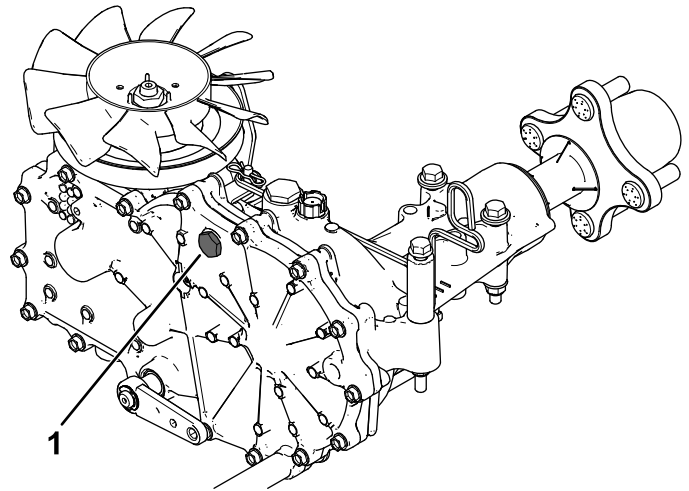
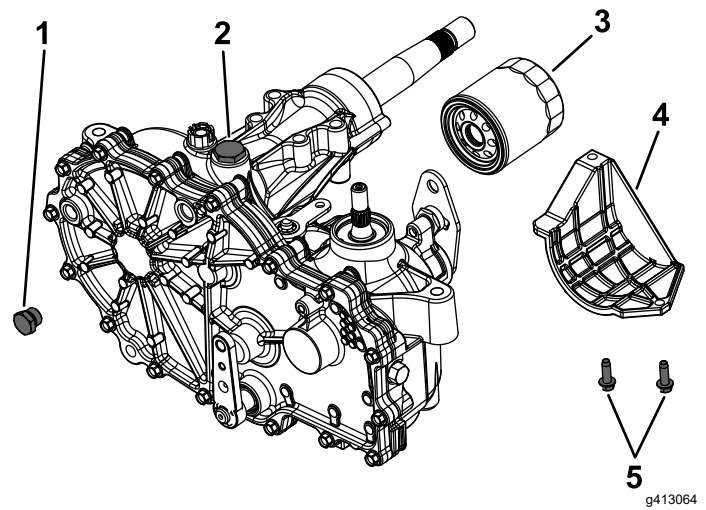

Figura 92
Figura 93
2. Retire el tapón del orificio superior del transeje en cada lado y asegúrese de que aparece fluido en la parte inferior del orificio superior de cada transeje (Figura 92).
Si es necesario, añada fluido hidráulico Toro® HYPR-OIL™ 500 a través del orificio de llenado hasta que aparezca fluido en la parte inferior del orificio superior de cada transeje (Figura 92 y Figura 93).
4. Localice el filtro y los protectores de cada sistema de tracción del transeje (Figura 93).
5. Retire los 3 tornillos que sujetan el protector del filtro, y retire el protector (Figura 93).
7. Retire el tapón del orificio superior (Figura 93) de los transejes izquierdo y derecho antes de llenarlos de aceite.
9. Instale el tapón del orificio superior en cada transeje cuando el nivel de aceite llegue a este orificio (Figura 93).